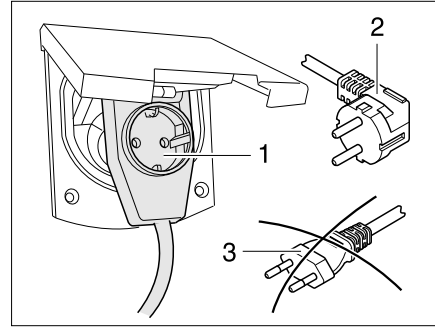

Bild 286 Anschluss an eine Winkelkupplung mit Steckdose
- ▶ Bei Verwendung einer CEE 17 Winkelkupplung mit rückseitig eingebauter Steckdose (Bild 286,1) nur einen gummierten und versiegelten IP 44 Stecker mit Schutzkontakt (Bild 286,2) verwenden. Keine Stecker ohne Schutzkontakt (Bild 286,3) verwenden. Gefahr eines Stromschlages!